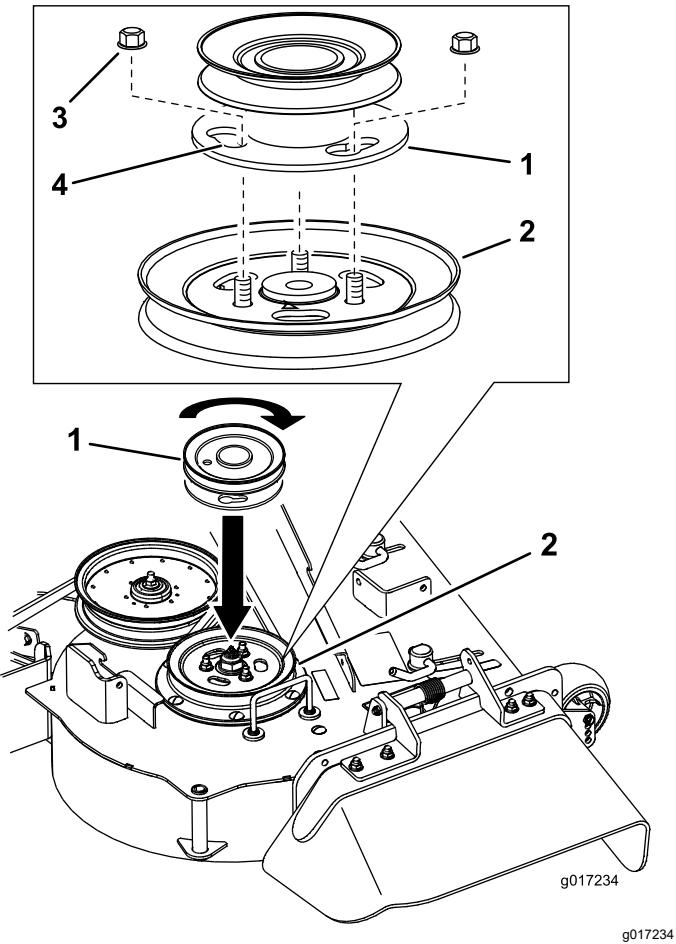

Figura 12
1. Retire las tuercas de la polea de la carcasa de la segadora existente (Figura 12).
2. Instale el nuevo conjunto de polea sobre los pernos de la polea de la carcasa de la segadora (Figura 12).
3. Gire la polea para bloquearla en su posición (Figura 12).